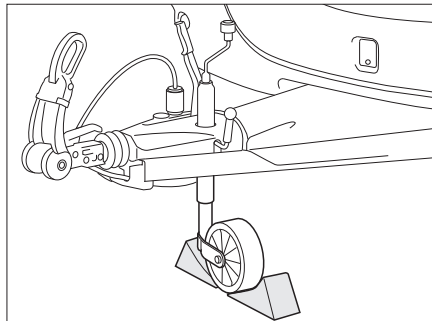

Bild 159 Stützrad sichern
- Das Stützrad quer zur Fahrtrichtung stellen und mit geeigneten Hilfsmitteln sichern (Bild 159).